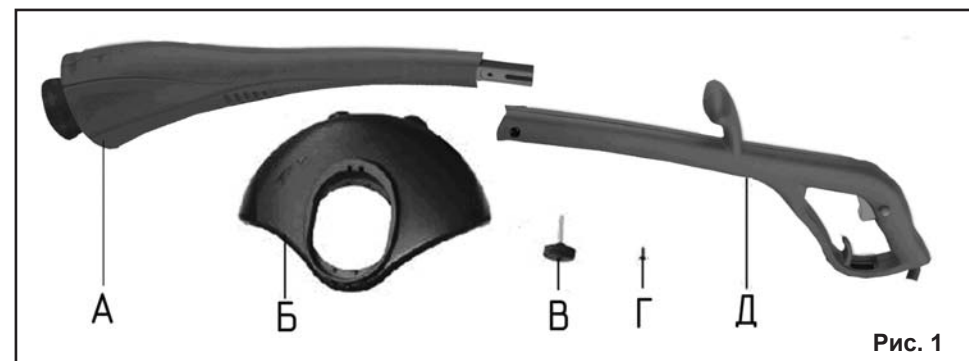

Рис. 1
3.1. Комплектность триммера представлена на Рис. 1.